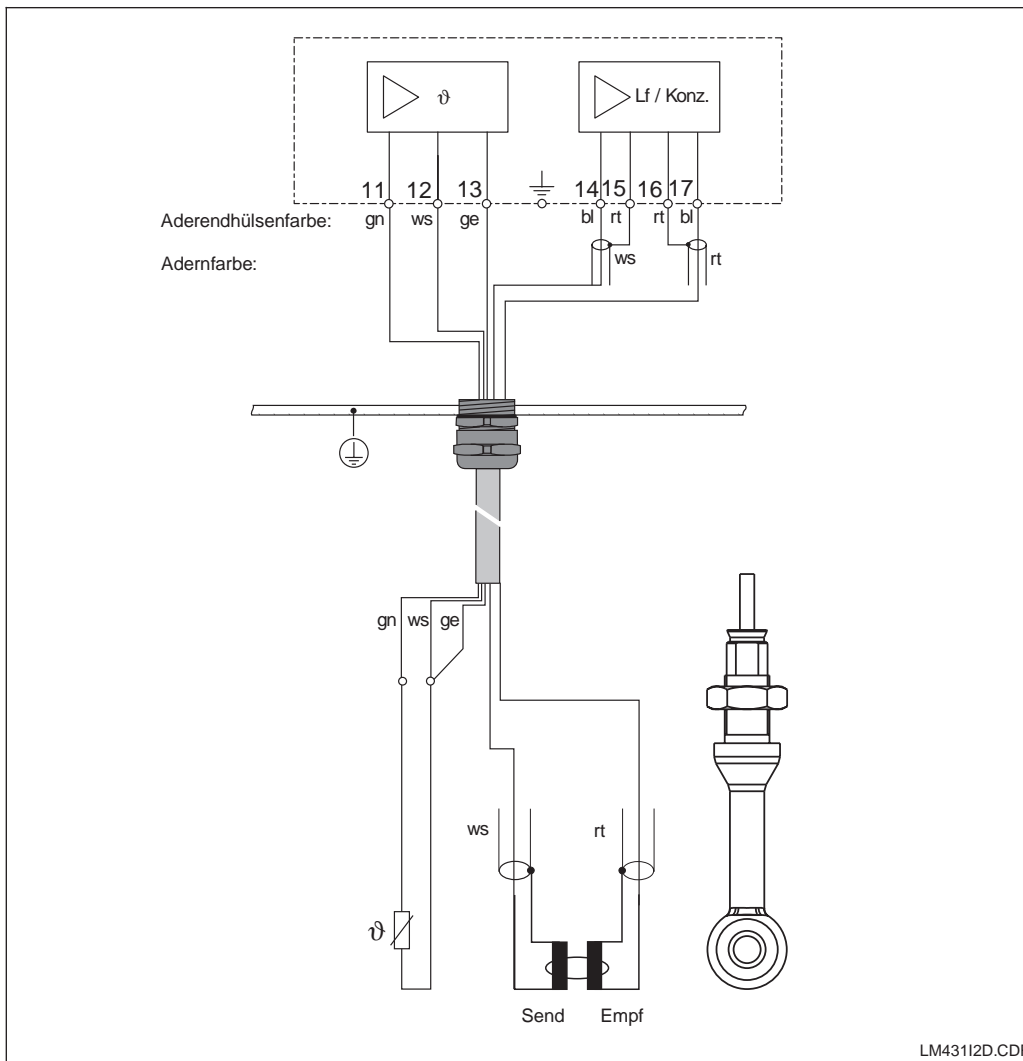

Bild 3.15 Anschluß der Meßzelle CLS 50 mit Festkabel
<p>③ Geräteseitiges Kabelende gemäß Klemmenbelegung (Anschlußbild 3.15) anschließen.</p> 	<p>④ Anschlußhaube aufsetzen und Befestigungsschrauben anziehen.</p>